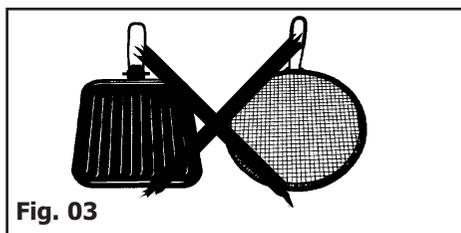

Fig. 03
- N'utilisez pas de diffuseurs, de grille-pain, de grilloirs à viandes en acier et des faitouts avec des pieds reposant ou effleurant le dessus verre (Fig. 03).